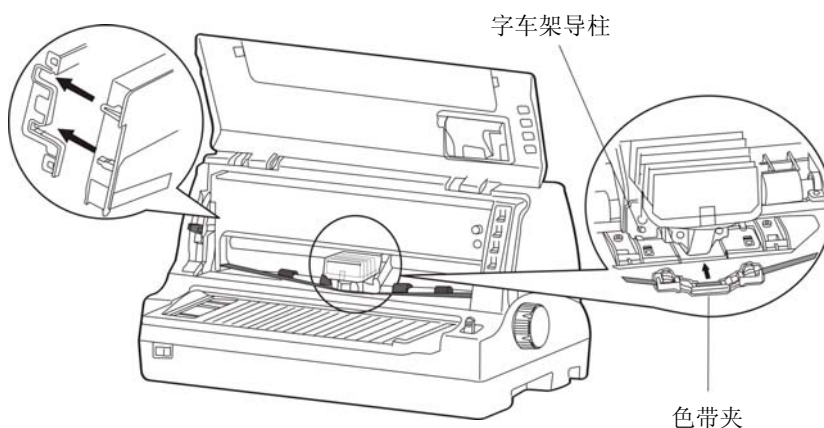

图 2-10 安装色带盒
6. 抓住色带盒的两边，如图 2-10 所示，使色带盒两边的卡扣对准打印机两侧的安装槽，稍用力向前推进，直到完全卡到位。然后将色带夹上的两个圆孔对准字车架上的两个导柱，按压到位。
7. 确保色带芯无皱折，再按照色带盒上箭头方向，转动色带盒旋钮，绷紧色带芯（如图 2-10 所示）。